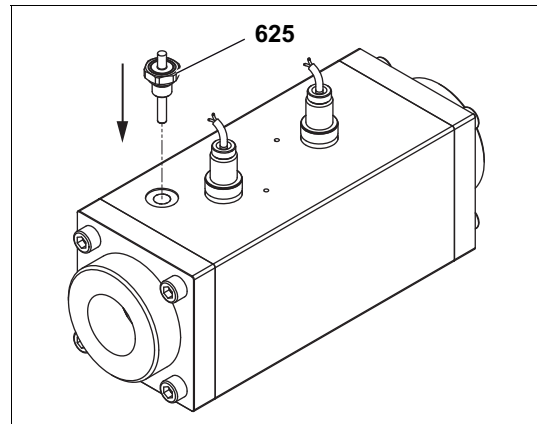

Abb. 4 EET in OME 52 montieren
4. Sensor bis zum Anschlag in Sensorbohrung einschrauben, siehe Abb. 4, Seite 13, maximales Anziehdrehmoment 30 Nm.